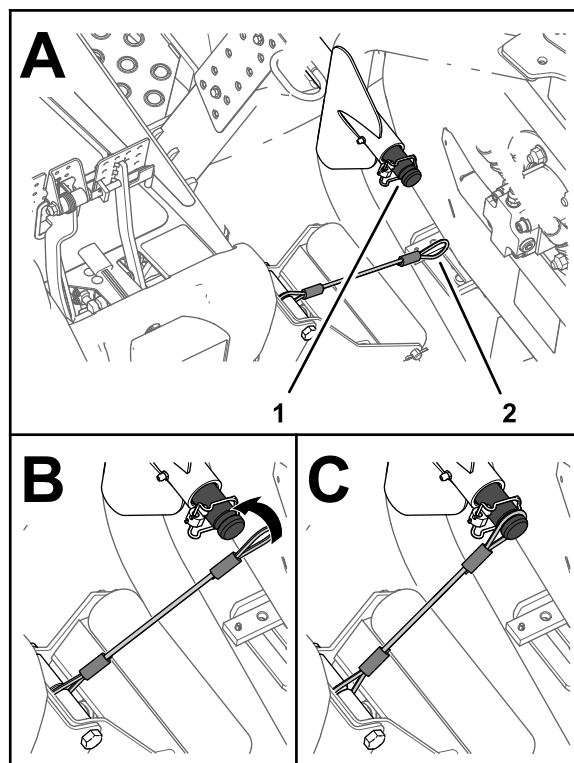

Figura 26
6. Deslice el bucle del amarre sobre el eje de tiro hasta que el amarre quede totalmente asentado en la ranura del eje (Figura 26).
5. Alinee el amarre al eje de tiro del brazo de elevación de la unidad de corte exterior delantera (Figura 26).